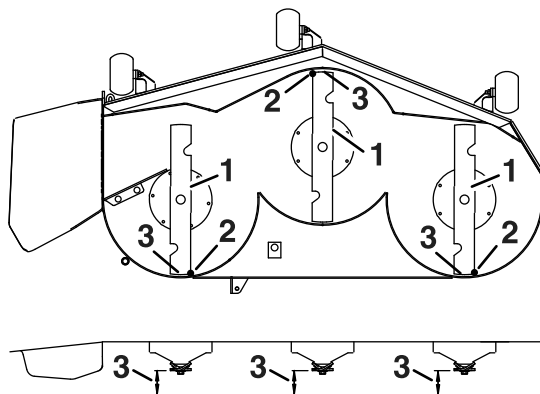

Figure 73
4. Faites pivoter les lames avec précaution pour faire passer les pointes avant à l'arrière (Figure 73).
5. Mesurez la distance entre la pointe de la lame avant et la pointe de la lame arrière par rapport à la surface plane (Figure 73).